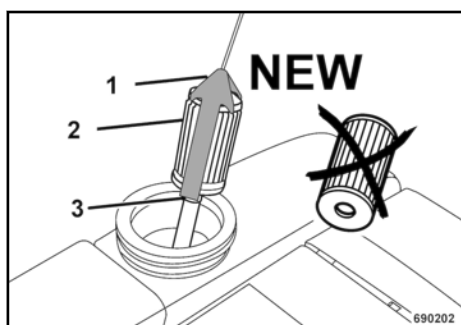

Fig. 64
Por la cuerda sacar el soporte (1) y Fig. 64 con el filtro de combustible (2) del depósito.